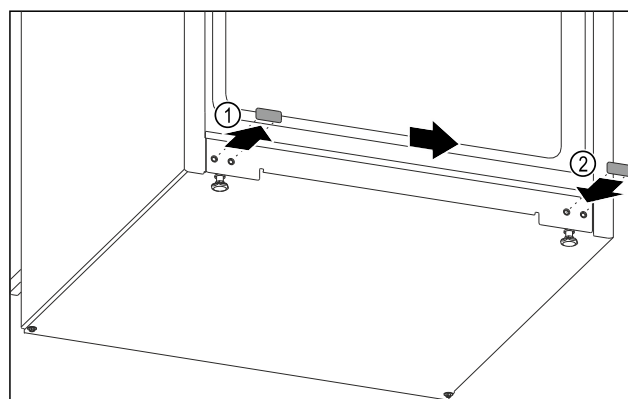

Fig. 12
- Retirar el tapón de la tapa. Fig. 12 (1)
- Insertar el tapón de la tapa en el lado opuesto. Fig. 12 (2)